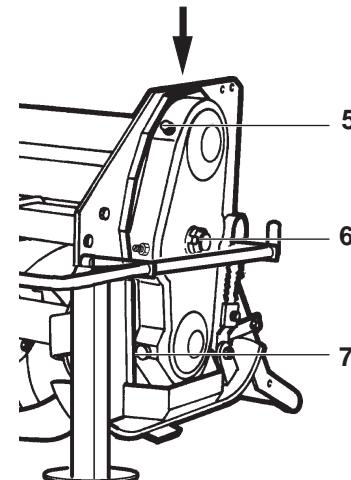

Fig. 34
Dazu den Ölstandsstopfen (6 Abb. 34) losschrauben und prüfen, ob Öl ausfließt. Ggf. durch den Öleinfüllstopfen (5 Abb. 34) soviel Öl nachfüllen, bis das Öl am Ölstandsstopfen ausläuft.
Dazu die Ölablaßschraube (4 Abb. 34) unter dem Getriebegehäuse und den Stopfen des seitlichen Antriebs (7 Abb. 34) losdrehen und das Öl ausfließen lassen.
rajouter de l'huile par le bouchon de remplissage (3 Fig. 34) jusqu'à ce qu'elle sorte par le bouchon de niveau.
- Entrainement latéral par pignons: contrôlez le niveau de l'huile dans le carter latéral de la transmission en dévisant le bouchon de niveau (6 Fig. 34) et vérifiant si l'huile sort.
Si nécessaire rajouter de l'huile par le bouchon de remplissage (5 Fig. 34) jusqu'à ce qu'elle sorte par le bouchon de niveau.
- Vidangez entièrement l'huile du réducteur ou du boîte de vitesses et du carter de transmission à travers le bouchon de vidange (4 Fig. 34) qui se trouve sous la boîte du réducteur et par le bouchon de vidange de la transmission (7 Fig. 34).
- Transmisión lateral por engranajes: controlar el nivel de aceite en el cárter lateral de la transmisión, desenroscando el tapón de nivel (6 Fig. 34) y controlando que salga el aceite. Eventualmente agregar aceite a través del tapón de llenado (5 Fig. 34), hasta que veamos que sale por el tapón de nivel.
- Efectuar el cambio completo del aceite, tanto del reductor (o en la caja de cambios) como también del cárter de transmisión, descargando completamente el aceite del tapón de descarga (4 Fig. 34) presente debajo de la caja del reductor y del tapón de descarga transmisión (7 Fig. 34).